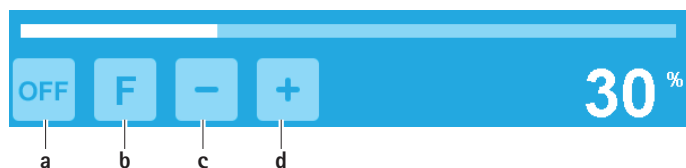

Рис. 7 Включение насоса подачи охлаждающей и промывающей жидкости/функции "Flush"
- ▶ Включение насоса подачи охлаждающей и промывающей жидкости: Нажать кнопку для включения насоса **a**, см. Рис. 7. Насос подачи охлаждающей и промывающей жидкости активен и подает охлаждающую или промывающую жидкость с фактическим установленным расходом.
- ▶ Выключение насоса подачи охлаждающей и промывающей жидкости: Нажмите кнопку отключения насоса **a**, см. Рис. 7. Насос подачи охлаждающей и промывающей жидкости не работает и не подает охлаждающую и промывающую жидкость.